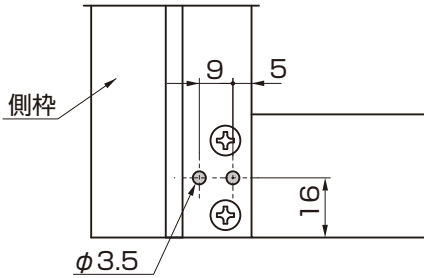

図5-1
①最下段パネルの側枠下部に側枠下カバー取付け孔(φ3.5)をであけてください。(図5-1参照)